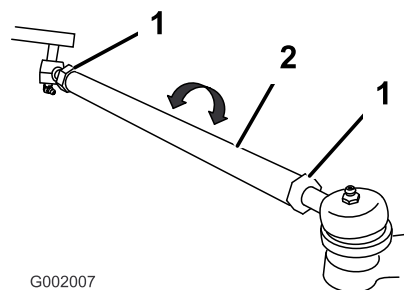

Figura 51
- Si la distancia no está en el intervalo especificado, afloje las contratuercas en ambos extremos de las bielas (Figura 51).